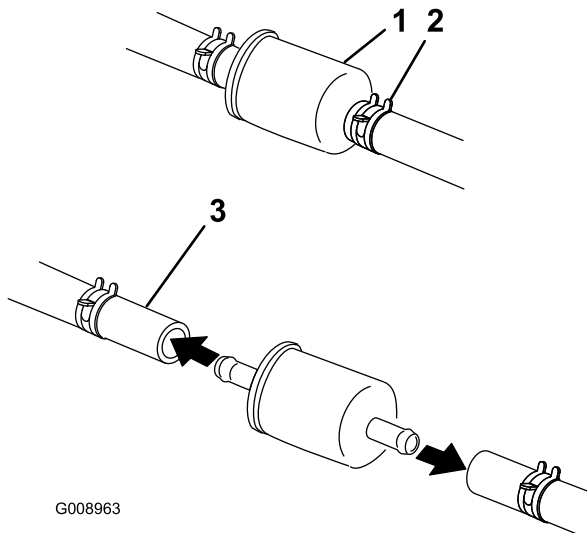

Bild 20
1. Schließen Sie den Kraftstoffhahn, lockern die Schlauchklemme an der Vergaserseite des Filters und ziehen die Kraftstoffleitung vom Filter ab (Bild 20).